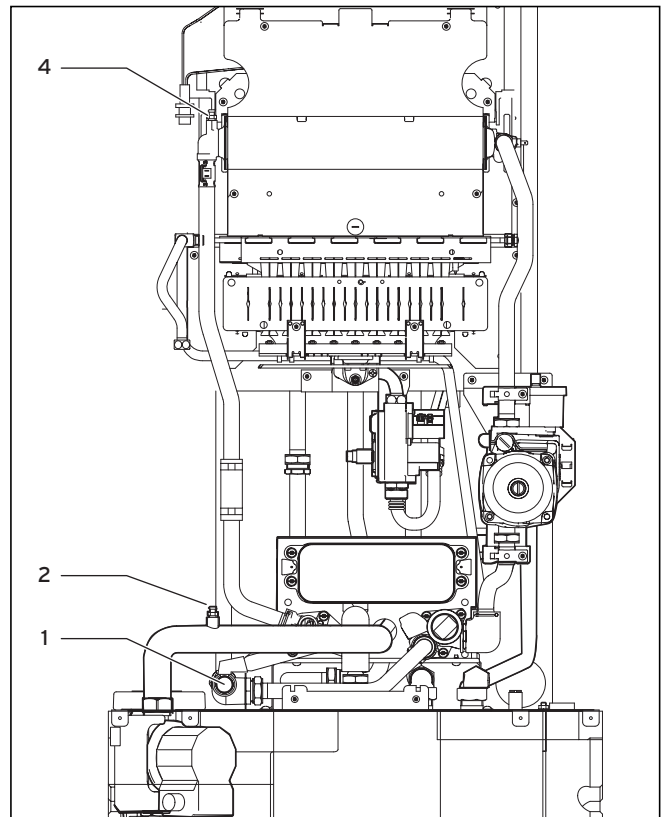

Abb. 8.5 Gerät heizungsseitig entleeren
- Schließen Sie einen Schlauch am Speicher-Entleerungshahn (3) an, führen Sie das freie Ende des Schlauchs an eine geeignete Abflussstelle und öffnen Sie den Hahn.
- Öffnen Sie den Entlüftungsnippel (2, siehe Abbildung 8.5) am Rohr zwischen Pumpe und Sekundär-Wärmetauscher, damit das Gerät vollständig entleert wird.